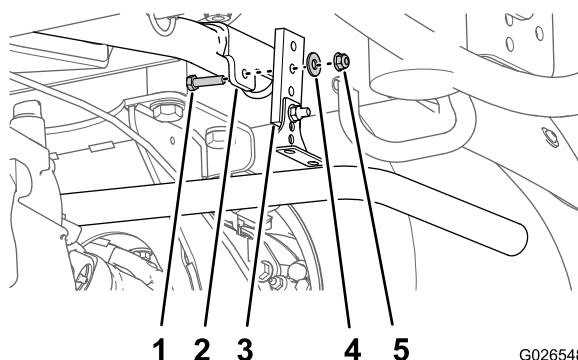

図 3
2. 取り付けプレート用のラグのところで、排気ハンガーをラグに取り付けているボルト、ナット、ワッシャを外して排気ハンガーを取り外す 図 3。